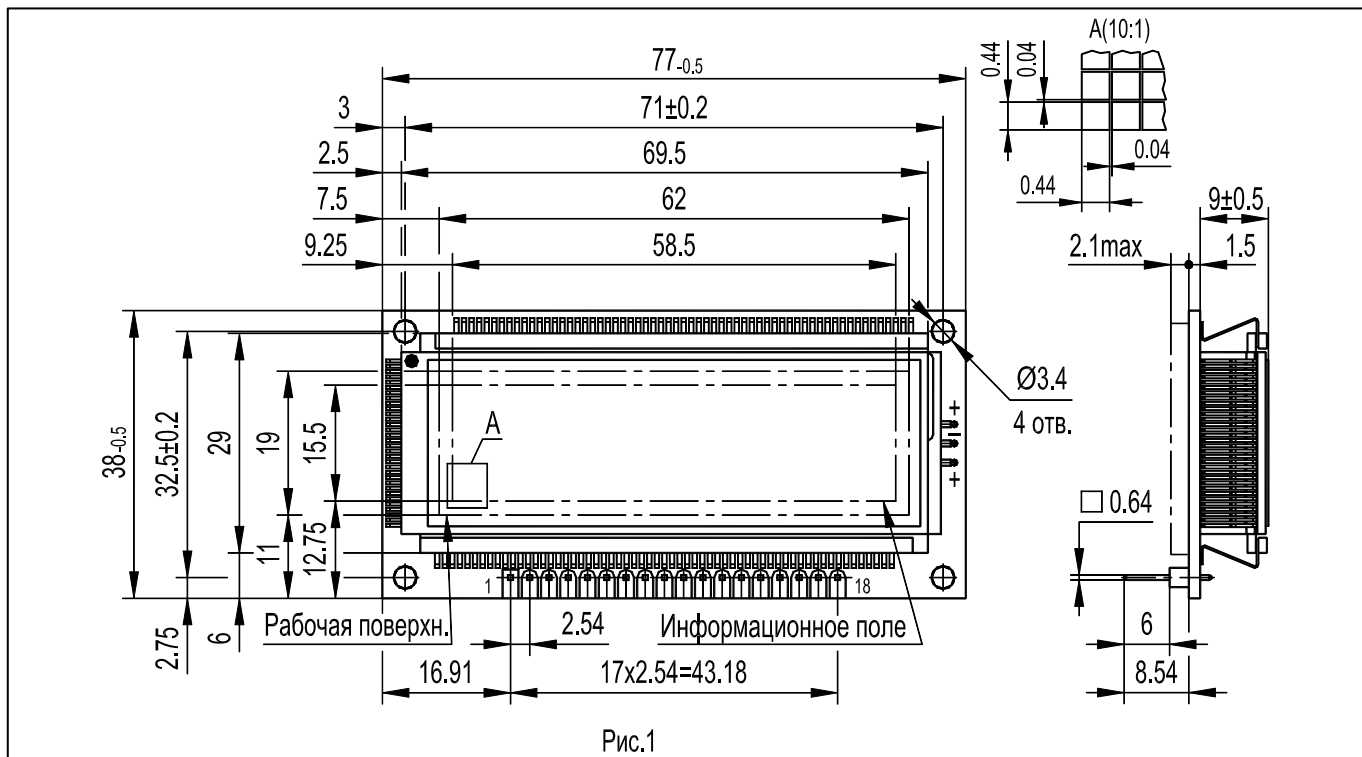

Рис.1
Внешний вид, габаритные и установочные размеры ИВУ приведены на рис. 1.
5.1 Крепление ИВУ должно осуществляться с помощью отверстий в углах платы (рис.1).